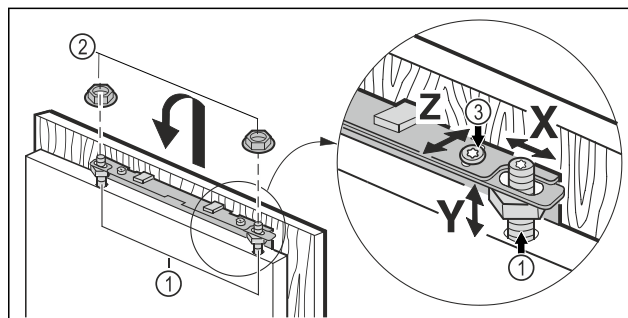

Fig. 23
- Accrocher la porte du meuble aux boulons de réglage Fig. 23 (1) et visser les contre-écrous Fig. 23 (2) sans serrer sur les boulons de réglage.
- Régler la porte du meuble à la hauteur Y et ajuster l'inclinaison latérale : Régler les boulons de réglage Fig. 23 (1) avec un tournevis.
- Serrer les contre-écrous Fig. 23 (3).